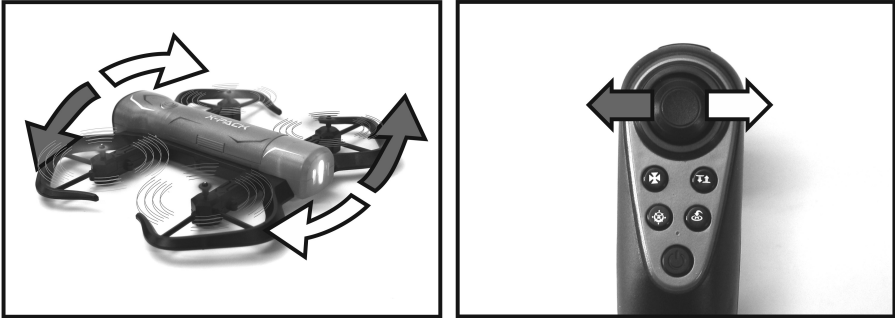

Figure 10
Si le levier de commande (voir également figure 1, pos. 1) est déplacé vers la gauche, le système électrique du modèle augmente le régime des hélices tournant dans le sens horaire vues de dessus tout en diminuant le régime de celles tournant dans le sens antihoraire. Le régime total ne change donc pas, mais un couple est à présent exercé sur le modèle, faisant ainsi tourner le quadricoptère vers la gauche autour de l'axe vertical, vu dessus (voir les flèches de la figure 10).